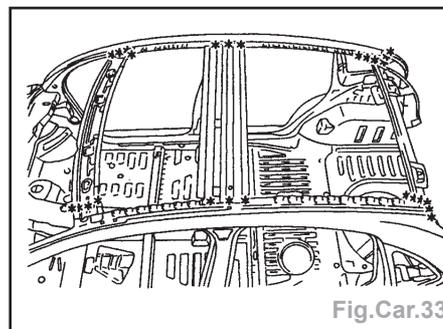

Fig.Car.33
- Dégraffer les points à l'aide d'une fraise de \varnothing 8 mm (Fig.Car.33).
- Souder par points électriques (Fig.Car.33).